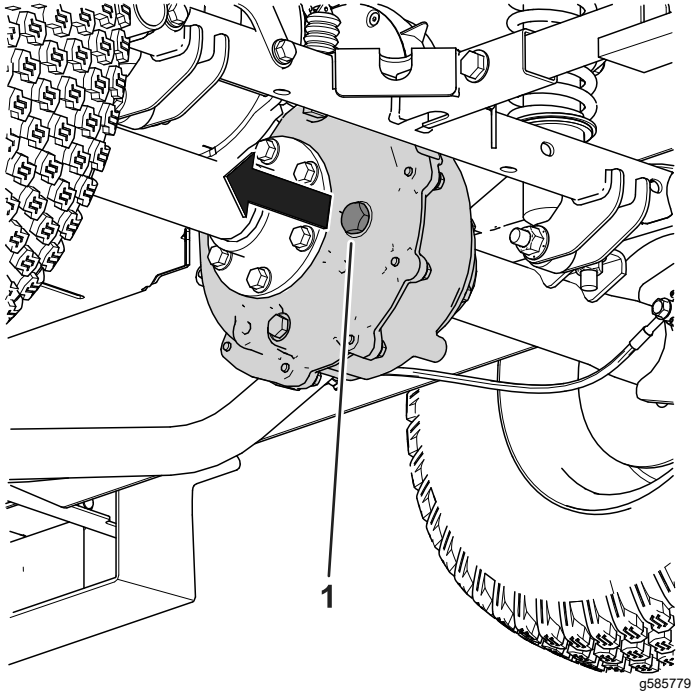

Figura 53
1. Retire el tapón de llenado del transeje (Figura 53).
2. Si el nivel de fluido es bajo, retire el tapón de llenado y añada fluido del tipo especificado indicado en [Cambio del fluido del transeje \(página 50\)] hasta que salga del orificio (Figura 53).